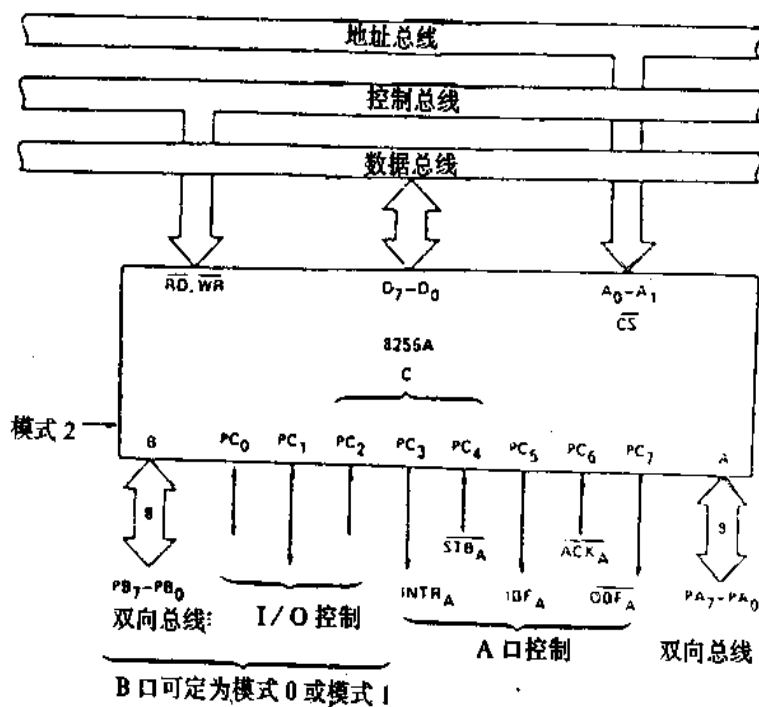

图 3.6 操作模式 2 的总线结构
**模式2:** 请参考图3.6, 在此种模式下, A口有输出及输入的功能, C口为双向控制式 I/O 的控制信号。此时 B 口仍可独立被编程为任一种模式。